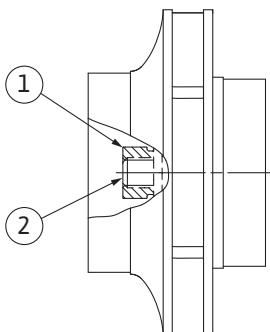

Fig. 107: Posição correta da porca do impulsor após a instalação
8. Segurar o veio com uma chave de bocas (tamanho 22 mm) e apertar a porca do impulsor com o torque de aperto especificado (ver tabela «Torques de aperto» [► 28]). A porca (Fig. 107, pos. 1) tem de estar ao nível da extremidade do veio (Fig. 107, pos. 2), com uma tolerância de $\pm 0,5$ mm. Se não for este o caso, soltar a porca e repetir os passos 4 ... 8.
9. Remover a chave de bocas e voltar a montar a chapa de proteção (Fig. I, pos. 27).